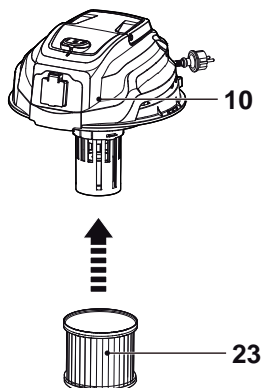
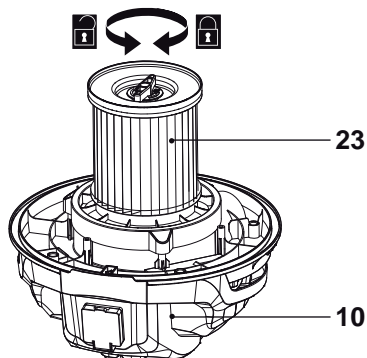

Fig. 8
Fig. 18
- > Monte o filtro do cartucho (23) na unidade do motor (10) (Fig. 8). Certifique-se de que o filtro assenta bem na posição. Consulte a Fig. 18.
Monte sempre o filtro do cartucho (23) na unidade do motor (10) para operações de aspiração a seco (Fig. 18). Manuseie o produto sem o filtro do cartucho (23) pode danificar a unidade do motor.
- > Inspeção o filtro do cartucho (23) com regularidade. Substitua-o filtro por um filtro novo, se necessário.
- > Lave o filtro do cartucho (23) com frequência, com água limpa e deixe-o secar ao ar. Não aguarde até que o filtro esteja totalmente seco. Nós recomendamos que inspeção o filtro quando o produto não alcançar uma potência de sucção suficiente.